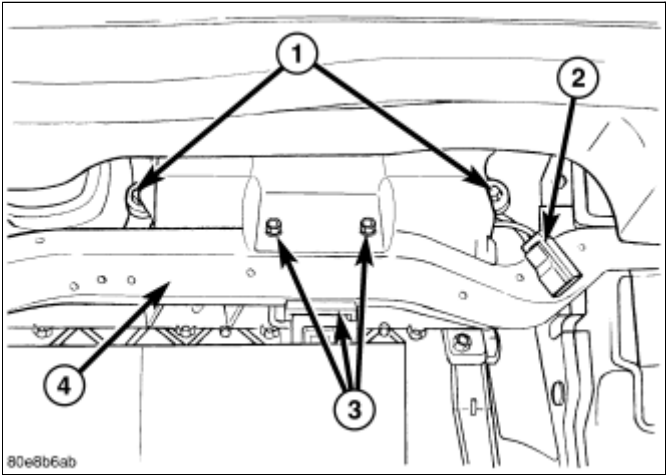

图 2 安全气囊安装硬件
- 10. 拆卸2个乘员安全气囊安装螺栓(图 2)。
- 11. 松开液压成型轨道上的3个乘员安全气囊支撑支架螺栓\(图 2\)。